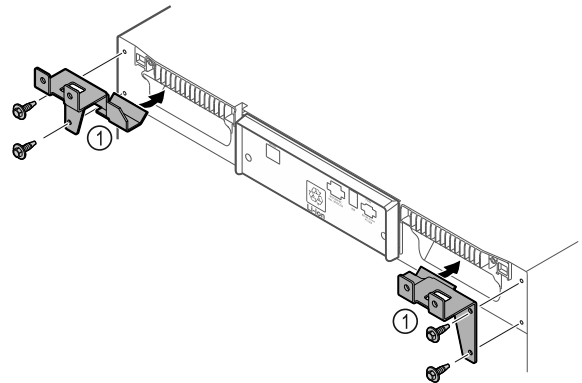

Fig. 9
- ▶ Τοποθετήστε τα στηρίγματα Fig. 9 (1) με τις βίδες στη συσκευή.